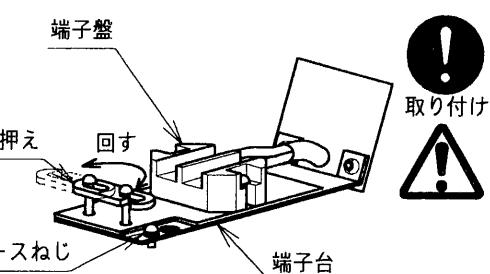

図2
- 端子台のコード押えをゆるめ、片側へ回した状態で電源線（アース線はアースねじ部へ）を結線してください。完了後、コード押えを元に戻し、確実に固定してください。（図2）